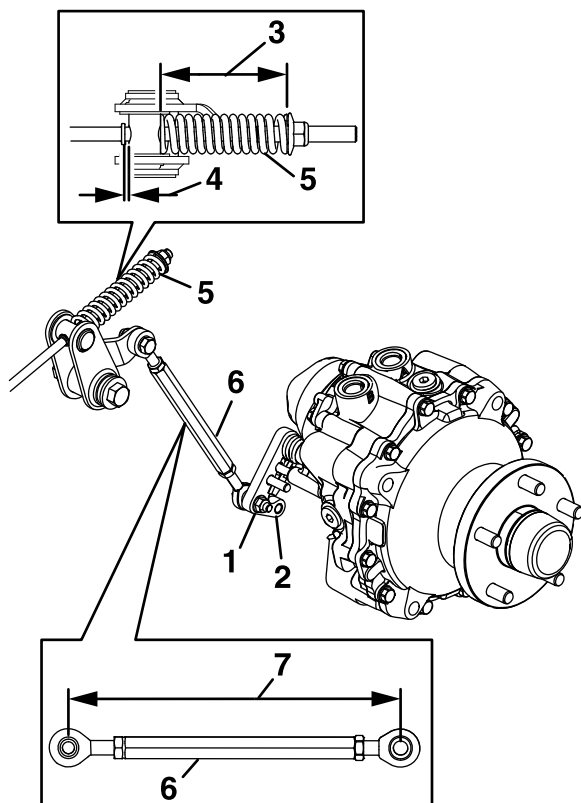

Figure 54
7. Mesurez la longueur de la biellette (Figure 54).
8. Mesurez la longueur du ressort (Figure 54).